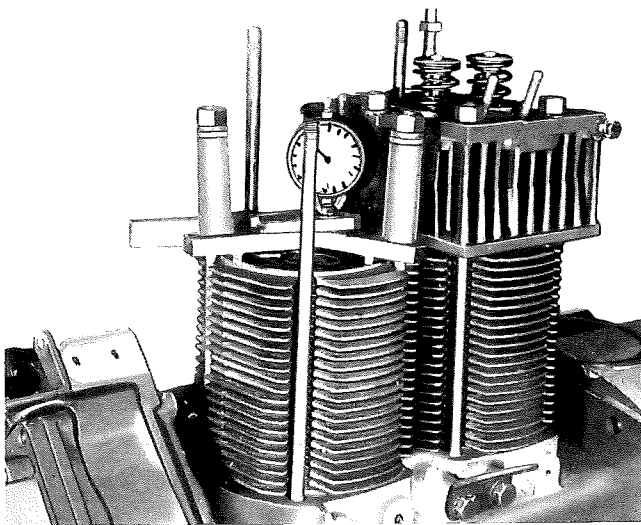

Fig. 34 - Contrôle de l'espace entre la tête du piston et le plan d'appui du joint de la culasse.
- Monter la masse marquée de la lettre S dans son logement sur le support 8 et ensuite monter la masse D en faisant coïncider les dents marquées d'un coup de poinçon comme indiqué à la fig. 34 b.
- Contrôler que la tête du piston au PMH soit au dessus du plan d'appui du joint de la culasse et contrôler cet espace à l'aide des instruments suivants: (fig. 34)
- Le groupe ainsi obtenu devra être monté sur le bloc moteur en s'assurant que les dents marquées d'un coup de poinçon correspondent comme à la fig. 34 b.
Fig. 34 b - Réglage et mise en phase des masses d'équilibrage.